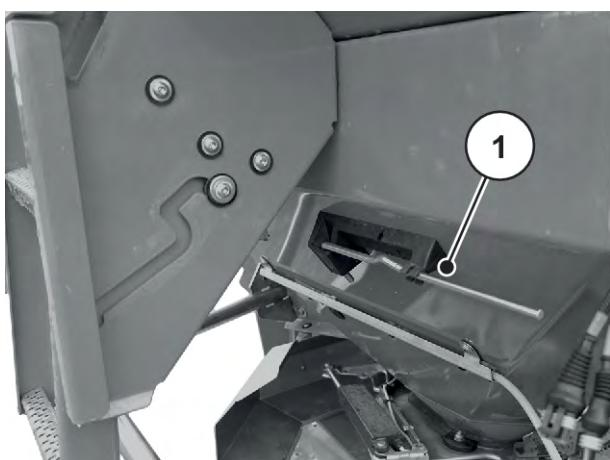

Рис. 26: Розташування регулювального важеля AXIS xx.2
- ▶ Знову вставте важіль регулювання в передбачене для нього кріплення. Див. Рис. 26 Розташування регулювального важеля AXIS xx.2